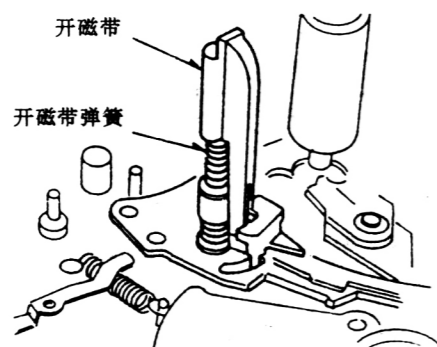

图 1-3-42
6. 如图 1-3-42 所示, 插入带盒开启弹簧, 然后将其固定。